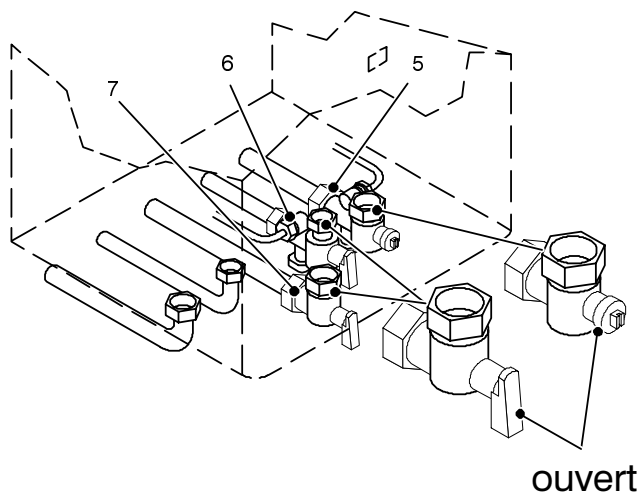

Fig. 2.2
- 1 Vérifier si les robinets situés au bas de la chaudière sont ouverts (Fig. 2.2).